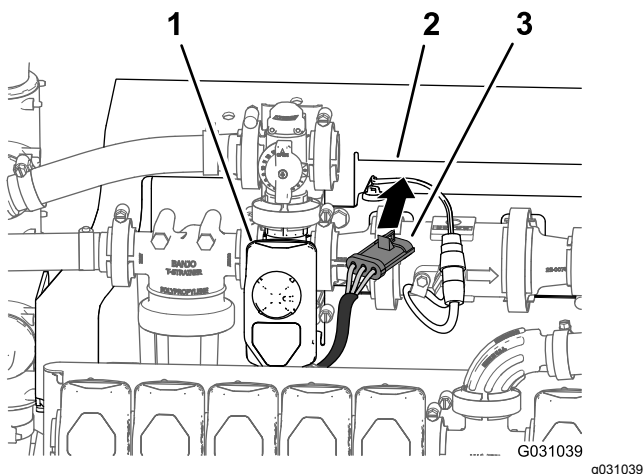

Figura 102
5. Disponete il connettore a 3 pin per il cablaggio della valvola dell'agitatore davanti al supporto del collettore (**Figura 102**).